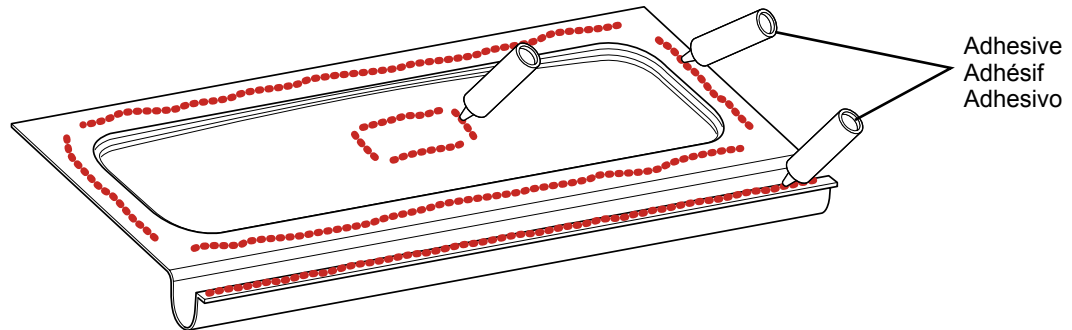

Fig. 6
6. Apply adhesive behind the roofcap, as illustrated in Fig. 6. **Place adhesive on the flat parts that are in contact with the wall. When applying the adhesive, do not make closed loops so as to avoid creating air pockets during application. Do not come within less than an inch of the molded sections.**
6. Appliquez l'adhésif sur le toit tel qu'illustré Fig. 6. **Mettez l'adhésif sur les parties plates qui sont en contact avec le mur. Évitez de dessiner des boucles fermées en appliquant l'adhésif afin de ne pas créer de poches d'air lors de l'application. Ne pas approcher à plus d'un pouce des parties formées.**
6. Aplique tiras de adhesivo como ilustrado en Fig. 6. **Extienda el adhesivo por las partes lisas que estén en contacto con la pared. Evite trazar lazos cerrados al aplicar el adhesivo, de modo que no se formen bolsas de aire durante la aplicación. No acercarse el adhesivo a más de una pulgada de las partes moldeadas.**